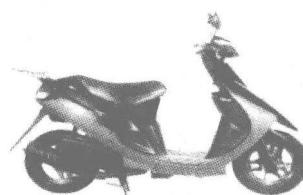

图 1-14
⑥ 保持车辆的整洁,及时擦洗、清洁车辆(如图 1-14 所示)。